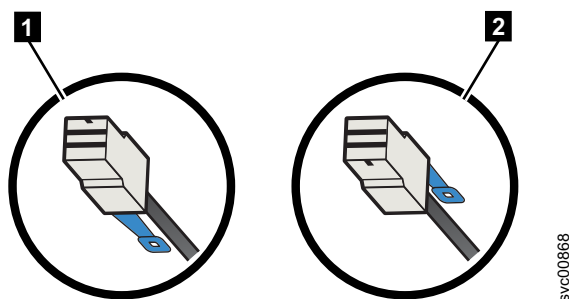

Figura 134. Orientación del conector de cable SAS
- Para alojamientos de expansión de 2145-24F o 2145-12F, la pestaña extraíble azul debe estar bajo el cable (**1** en Figura 134).
- Para nodos de 2145-SV1 o 2145-DH8 y alojamientos de 2145-92F, la pestaña de extracción azul debe estar por encima del colector (**2** en Figura 134).